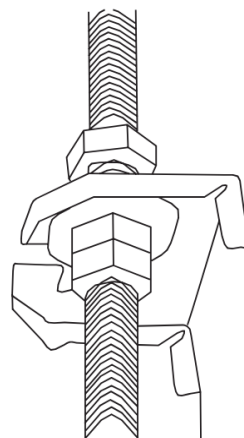

Fig. 3.8
9. Montar la unidad interior con al menos dos personas para levantar y asegurarla. Inserte los pernos de suspensión en los agujeros colgantes de la unidad. Sujetarlos con las arandelas y tuercas suministradas. (Véase la **Fig. 3.8**).